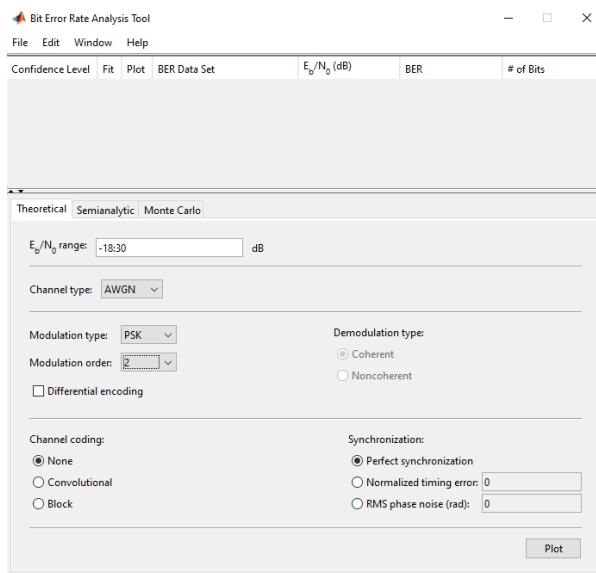
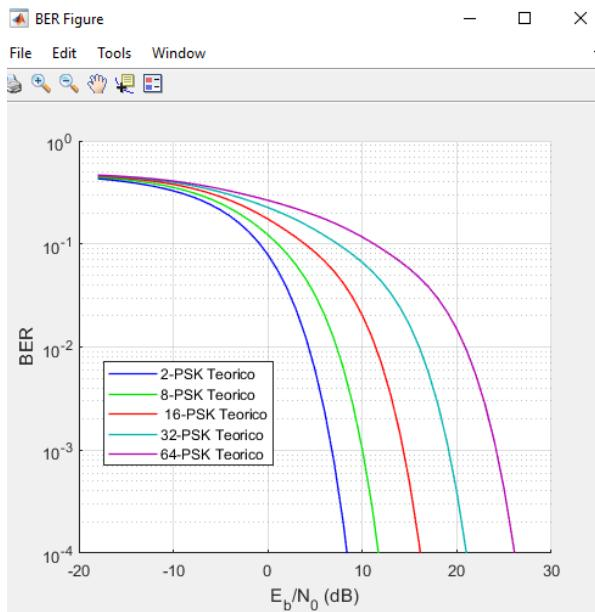
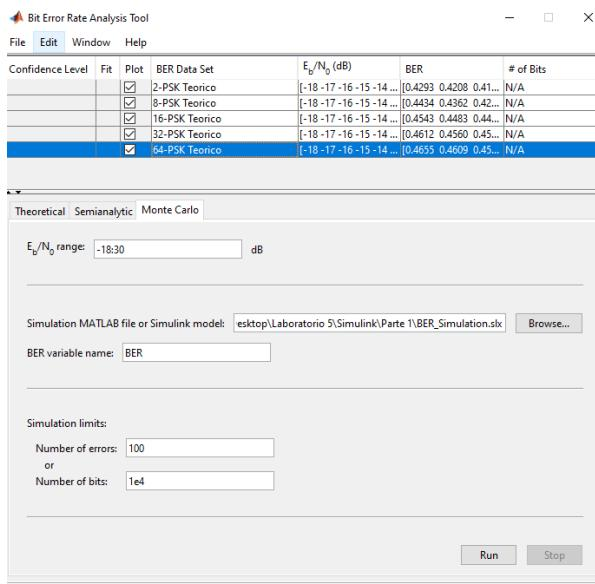

Figura 3: Ventana de Bertool.
Figura 4: Simulaciones teóricas con diversos ordenes de M para PSK.
Figura 5: Ventana de configuración para simulación Monte Carlo.
4. Para llevar acabo la simulación Monte Carlo vaya al entorno gráfico de Matlab y ubique el *Command Window* ó ventana de comandos y digite el comando *bertool* y seguido de la tecla *Enter* deberá abrir una ventana de configuración, según se muestra en la figura 3.
Una vez configurados los parámetros anteriores puede presionar la tecla *Plot* la cual deberá mostrarle un gráfico como el de la figura 4. Para cambiar el eje Y de  $10^0$  hasta  $10^{-4}$  es necesario dar click en la ventana *Edit* y en *Y Axis Limits ...* configurar el *Lower limit* con 1e-4. Finalmente para darle nombre a las gráficas tome como referencia la figura 3 y ubique la pestaña *BER Data Set* donde seleccionará la gráfica y con doble click asigne el nombre de la modulación simulada adicionando la etiqueta teórico para poder identificarlas luego, (*e.g* 2-PSK-Teórico).
- Al obtener todas las curvas teóricas, con base en la figura 3 ubique la pestaña llamada Monte Carlo y al dar click deberá observar la pantalla de configuración tal como se muestra en la figura 5.